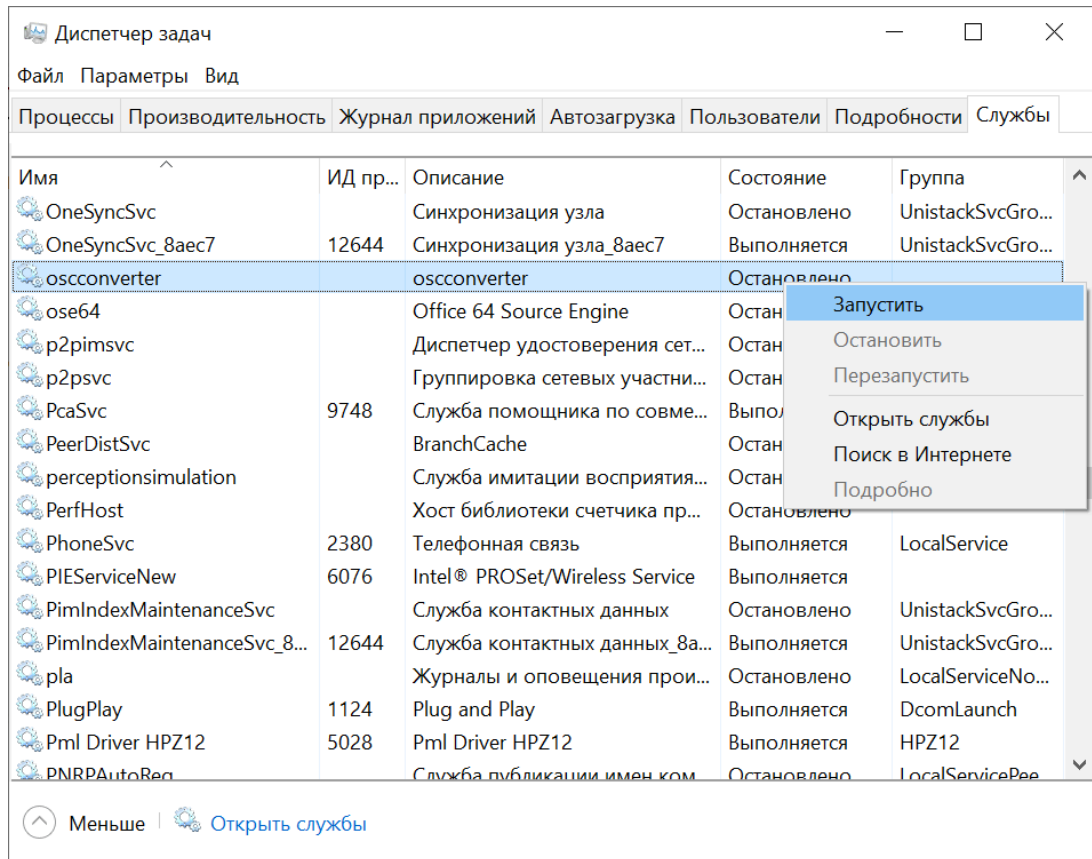

Рисунок 413 - Запуск службы osconverter
5. В диспетчере задач Windows запустите службу конвертирования осциллограмм **osccconverter** (Рисунок 413).